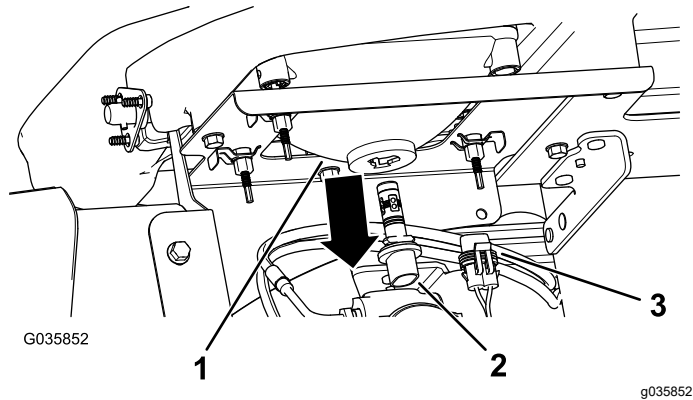

Bild 43
3. Schließen Sie den elektrischen Anschluss für den Kabelbaum vom Lampenanschluss hinten am Scheinwerfergehäuse ab (Bild 43).
4. Drehen Sie die Birne um eine Viertelumdrehung nach links und bewegen sie nach hinten aus dem Lampengehäuse (Bild 43).
5. Setzen Sie die neue Birne und das neue Scheinwerfergehäuse ein und fluchten Sie die Nasen in der Birne mit den Schlitzen im Scheinwerfergehäuse aus (Bild 43).
6. Drehen Sie die Lampe um eine Vierteldrehung nach rechts, um sie zu befestigen (Bild 43).
7. Schließen Sie den elektrischen Anschluss für den Kabelbaum am Anschluss der neuen Lampe an (Bild 43).